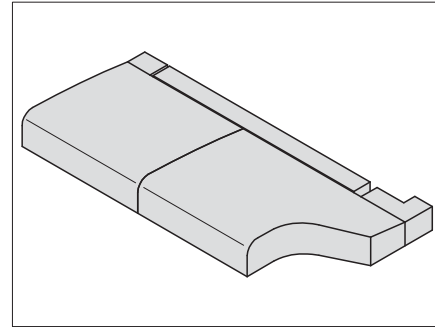
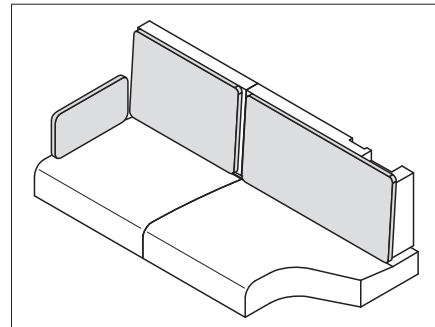

Bild 187 Sitzauflagen positionieren
Bild 189 Polster für Rückenauflagen
- Sitz-, Rücken- und Zusatzpolster wie in Bild 187 bis Bild 189 gezeigt auflegen.